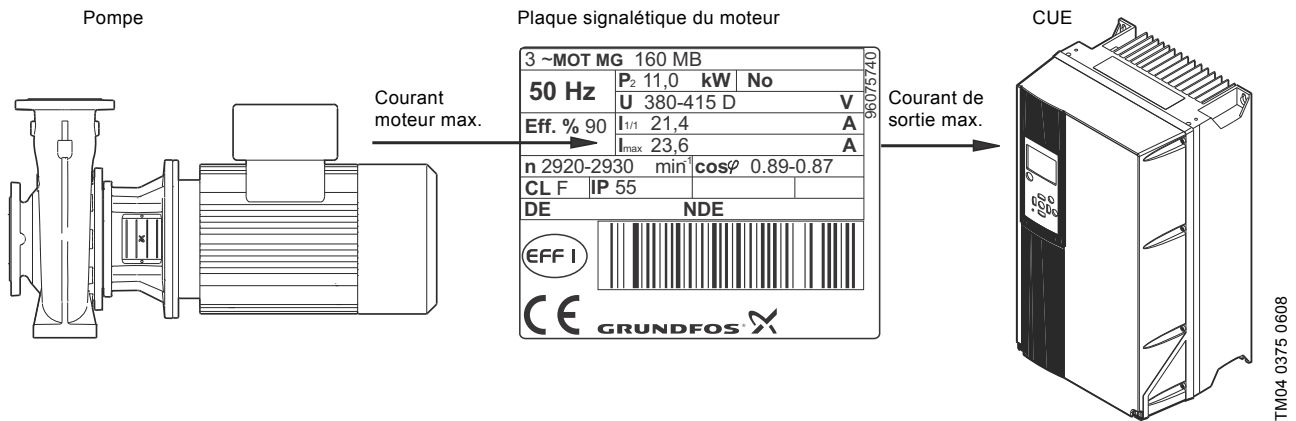

Fig. 50 Sélection du CUE basée sur le courant moteur max.
La taille du CUE est déterminée rapidement et avec précision sur la base du courant moteur max. Voir fig. 50.
- Le courant moteur max. est 23,6 A. Voir fig. 50.